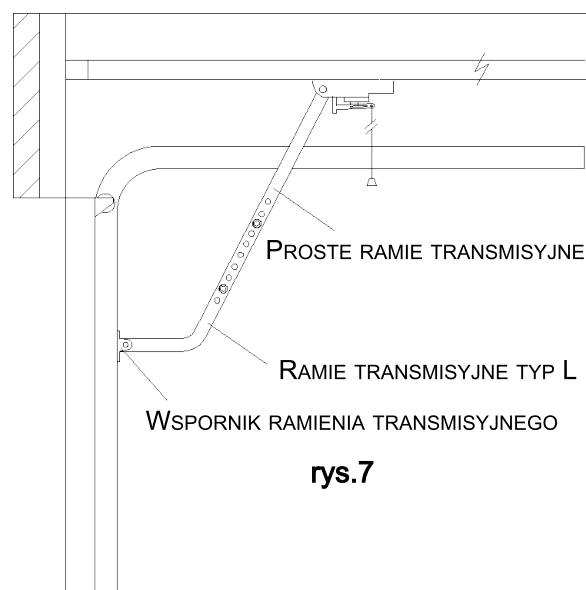

rys.5
3. Unieść szynę do poziomu i ustalić odległość od sufitu (rys.5). Następnie przyciąć wsporniki tylne do ustalonego wymiaru i przymocować je do sufitu i tyłu szyny transmisyjnej (rys.6).